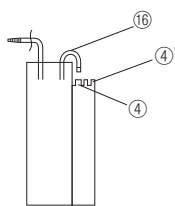

図2
6. 連結チューブ⑫のコネクターを連結チューブの差込口④に突き当たるまで差し込み、排液ボトル⑧と吸引圧制御ボトル⑥を接続する。(図2)